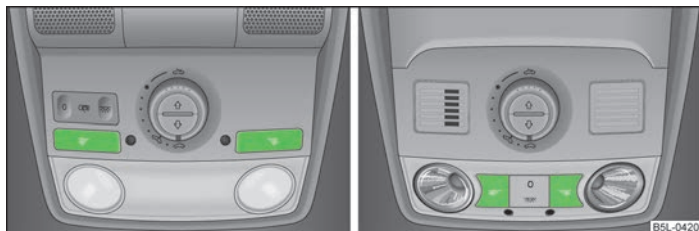

Fig. 31 Lamparitas de lectura
- Pulsar el interruptor ☞ o ☞ » fig. 31 para conectar y desconectar las luces de lectura.